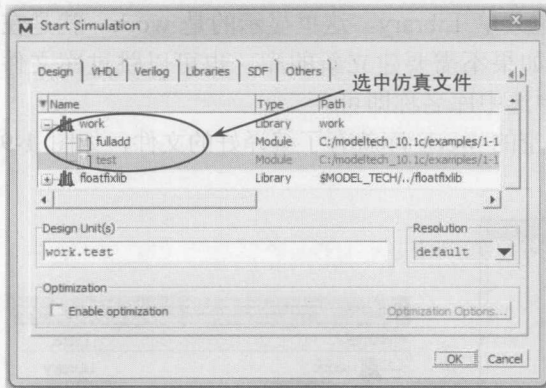
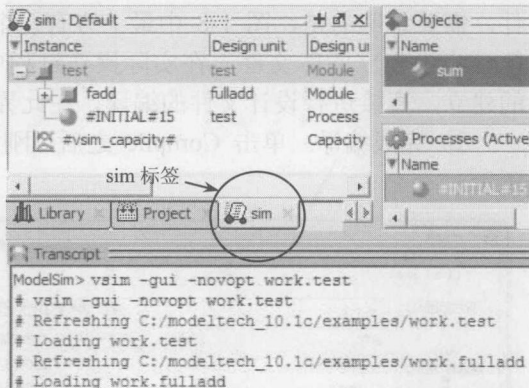

图 1-12 开始仿真窗口
图 1-13 仿真标签及命令窗口提示
(2) 选中仿真文件。开始仿真后会出现 Start Simulation 对话框，如图 1-12 所示。选中需要进行仿真的文件，在这里选中顶层模块 test，同时把下方【Optimization】区域的【Enable optimization】选项取消。单击 OK 后，在 Workspace 区域会出现新的标签 sim，同时在命令窗口还会有对应的提示信息，如图 1-13 所示。